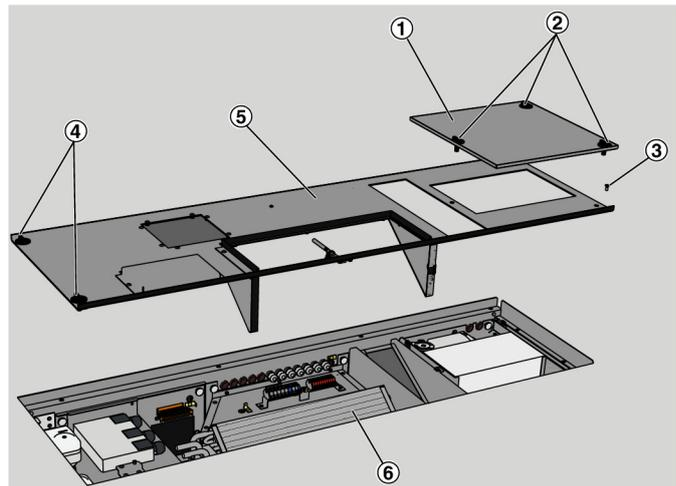

Abb. 26: Wärmeübertrager am Beispiel FSL-U-ZAS Ausführung rechts
3. ▶ Den Filterdeckel (Abb. 26/1) durch Lösen der Schnellverschraubungen (Abb. 26/2) demontieren.
4. ▶ Revisionsdeckel (Abb. 26/5) durch Lösen der Kreuzschlitzschraube (Abb. 26/3) und der beiden Schnellverschlüsse (Abb. 26/4) demontieren und neben dem Gerät lagern.
Wärmeübertrager (Abb. 26/6) nach oben aus dem Gerät herausnehmen.